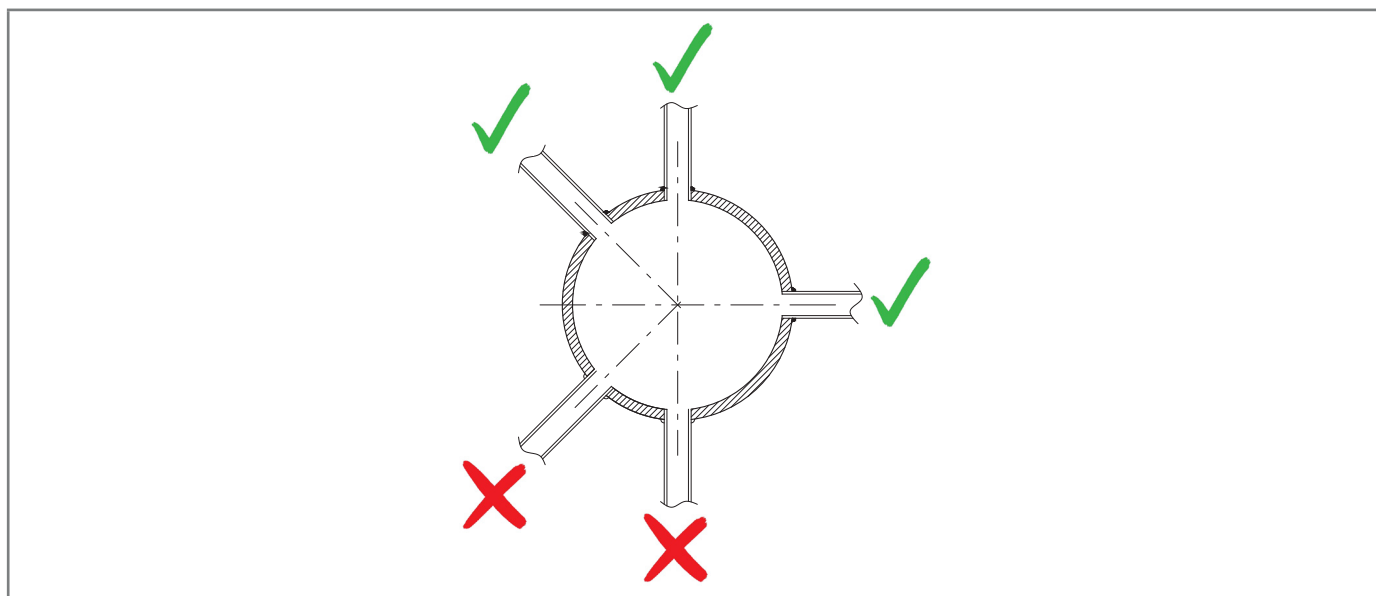

Fig. 6.9. Attacchi saldati della connessione pneumatica
- gli attacchi della connessione pneumatica siano sempre saldati sulla parte superiore o a max 90° sull'asse della connessione stessa (fare riferimento alla fig. 6.9);